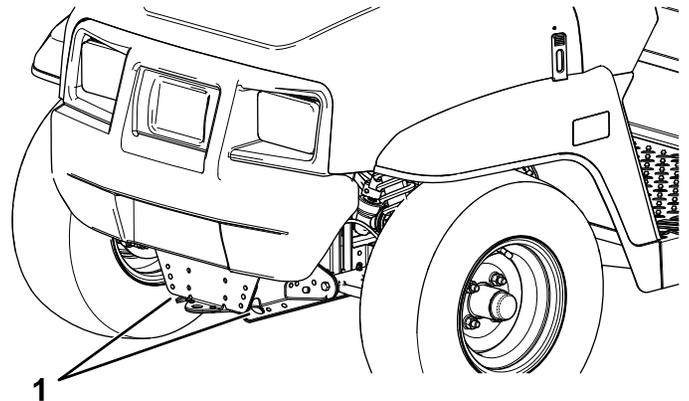
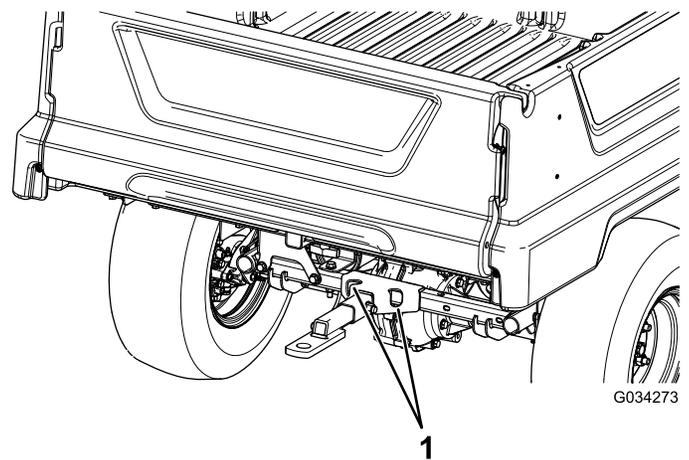

Рисунок 21
Рисунок 22
См. местонахождение точек крепления автомобиля на Рисунок 21 и Рисунок 22.
2. Прикрепите буксирный трос к тягово-цепному устройству в передней части рамы автомобиля (Рисунок 21).